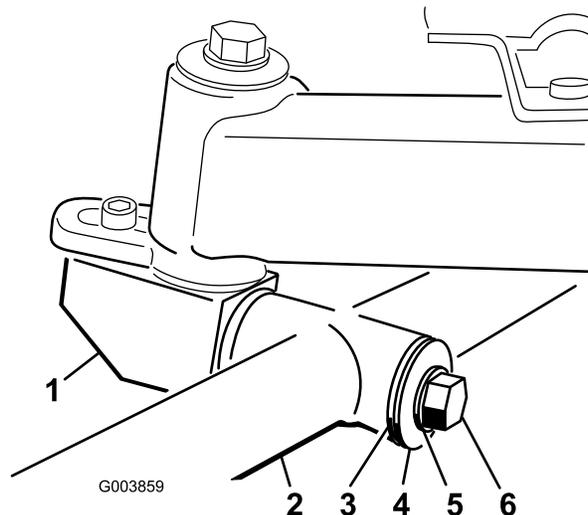

図 9
5. カッティングユニットの取り付けシャフトとキャリアフレームのピボット・チューブを整列させる。シャフトをチューブに差し込む (図 9)。
6. シャフトをピボット・チューブに固定する;スラストワッシャ、平ワッシャ、ロックワッシャ、ボルトを使用する (図 9)。